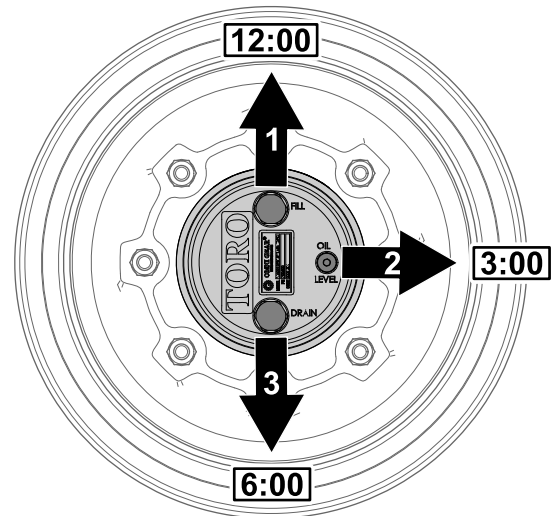

Figura 103
1. Estacione a máquina numa superfície plana, posicione a roda de forma a que o tampão de enchimento fique na posição das 12 horas, o tampão de verificação fique na posição das 3 horas e o tampão de drenagem fique na posição das 6 horas (Figura 103).
2. Retire o tampão de verificação da posição das 3 horas (Figura 103).
1. Estacione a máquina numa superfície plana, posicione a roda de forma a que o tampão de enchimento fique na posição das 12 horas, o tampão de verificação fique na posição das 3 horas e o tampão de drenagem fique na posição das 6 horas; consulte Figura 103 em Verificação do lubrificante da transmissão da engrenagem planetária (página 68).